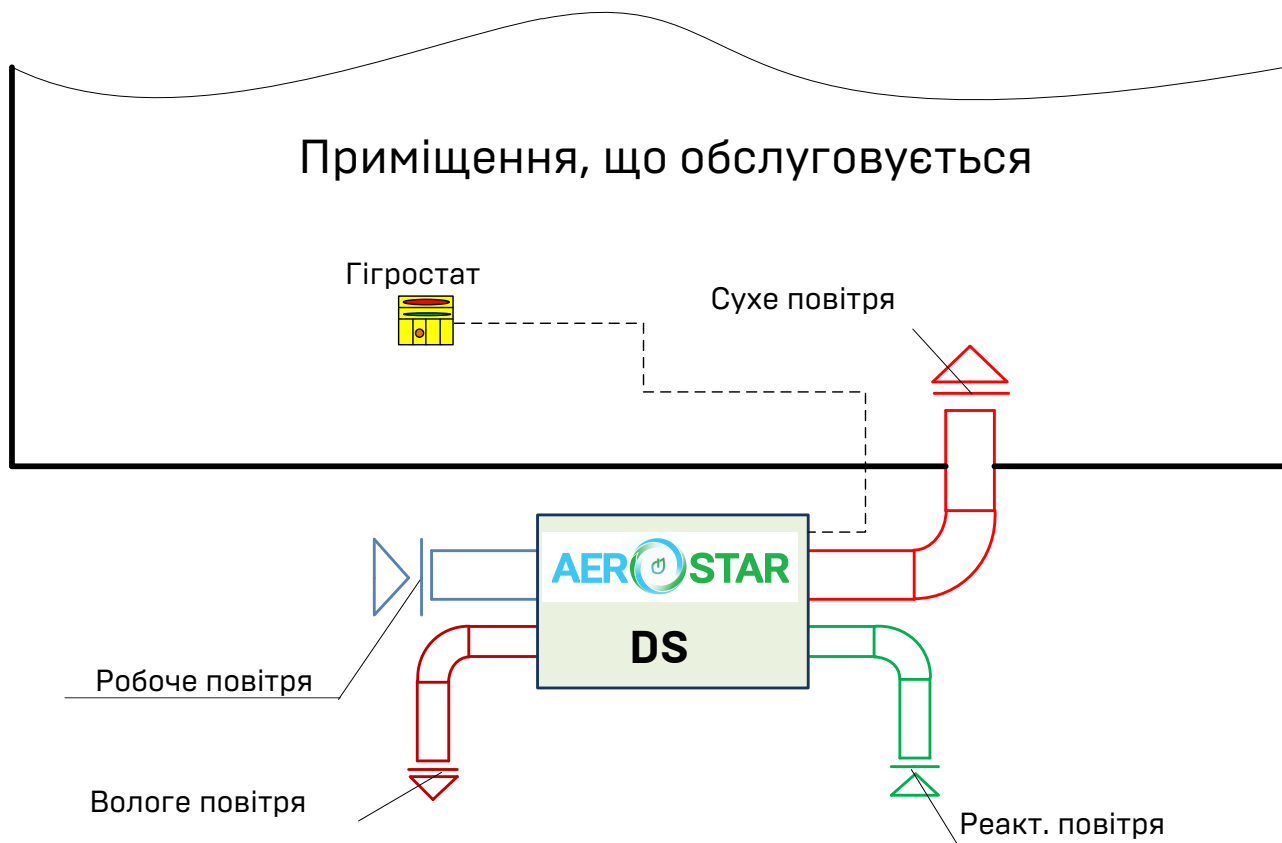

Рисунок 4.4 – Робота осушителя по «открытой» схеме (наружное исполнение)
- ✓ робота осушувача за «відкритою» схемою (зовнішнє виконання) – див. рисунок 4.4;